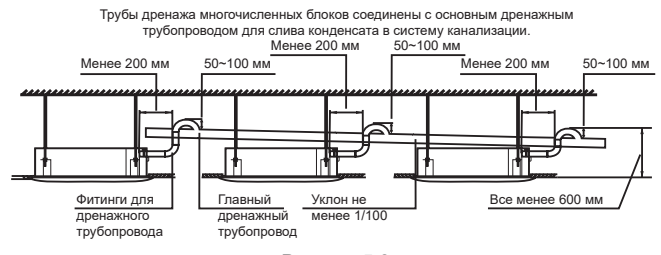

Рисунок 5.2
- Если выход трубы дренажа расположен выше соединения в кожухе, попробуйте установить дренажный трубопровод в вертикальном положении, насколько это возможно, а соединения на выходе воды будут иметь такой изгиб, при котором высота дренажного трубопровода была в пределах 600 мм в сторону от основания дренажного шпигата. Иначе, по окончании работы поток воды будет чрезмерным. См. рисунок 5.2